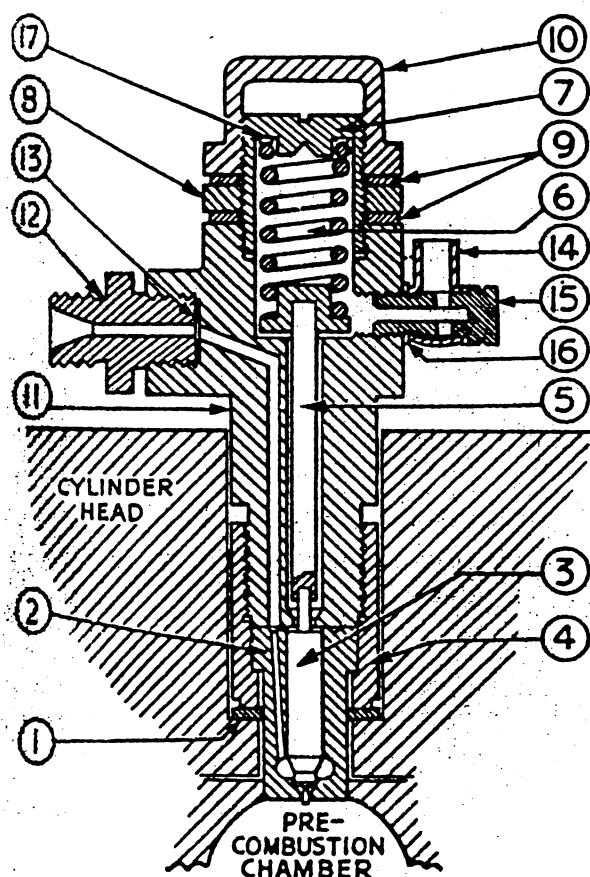

FIG. 119.
**THE INJECTORS.** See (Fig. 119).